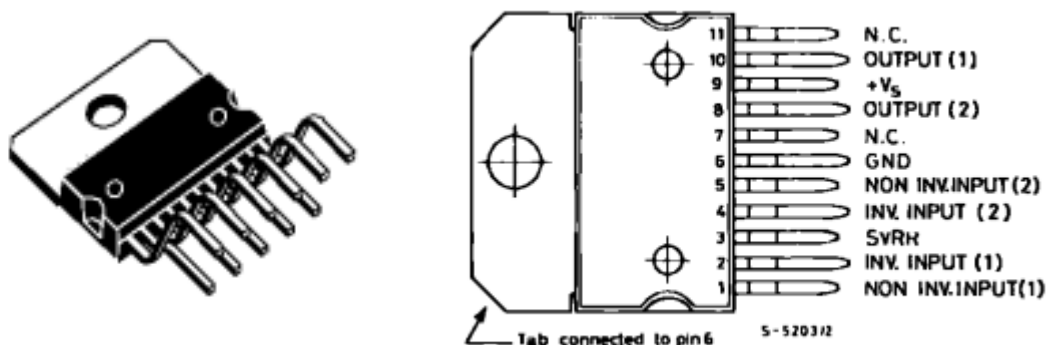

Figura 5.I Pines TDA 2009A
3. Revise los pines del TDA de acuerdo con la figura 5.I.